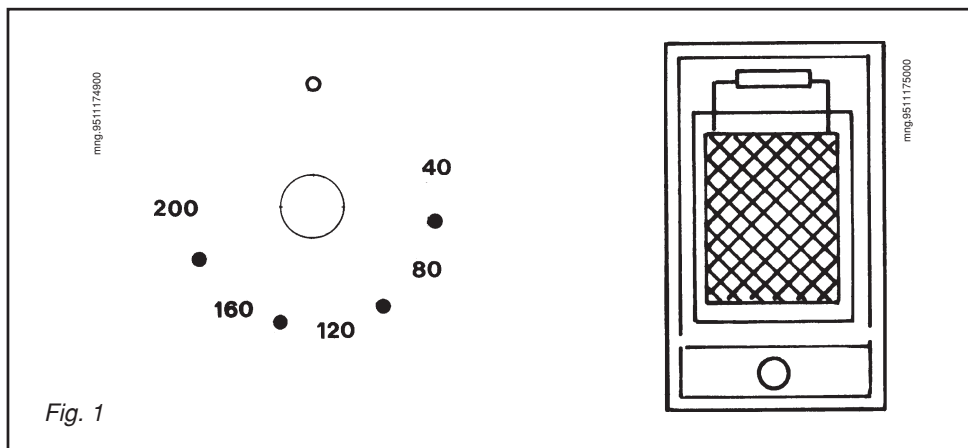

Fig. 1
(Fig.1) La messa in funzione dell'apparecchio si effettua agendo sulla manopola di comando posta sul frontalino che consente di impostare una temperatura compresa fra 40 e 200 °C.
**Use** (Fig. 1) The apparatus is switched on by turning the control knob on the front that allows a temperature to be set from 40 to 200 °C.